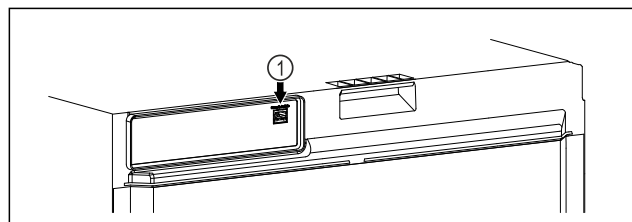

Fig. 104
- ❑ Le SmartModule Fig. 104 (1) est installé.